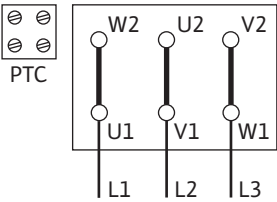

Fig. 14: 三角形电路
- 电源连接取决于电机功率 P_2 、供电电压和启动方式。接线盒中连接桥所需的电路参见下表以及 Fig. 14、15 和 16。